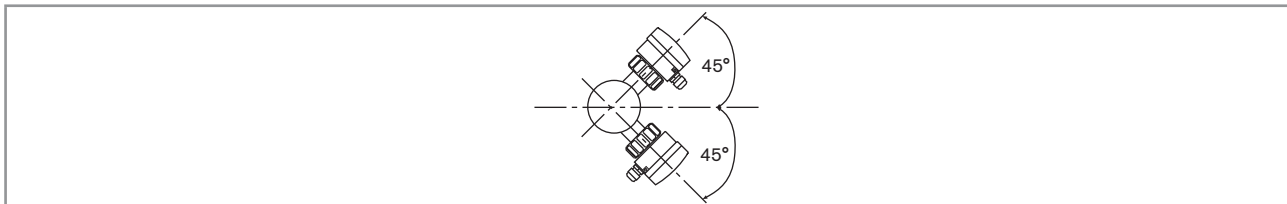

Fig. 4 : Angle de montage sur la conduite
- Il est recommandé d'installer l'appareil à un angle de 45° par rapport au centre horizontal du tuyau pour éviter les dépôts sur les électrodes et les erreurs de mesures dues aux bulles d'air (voir Fig. 4) ;